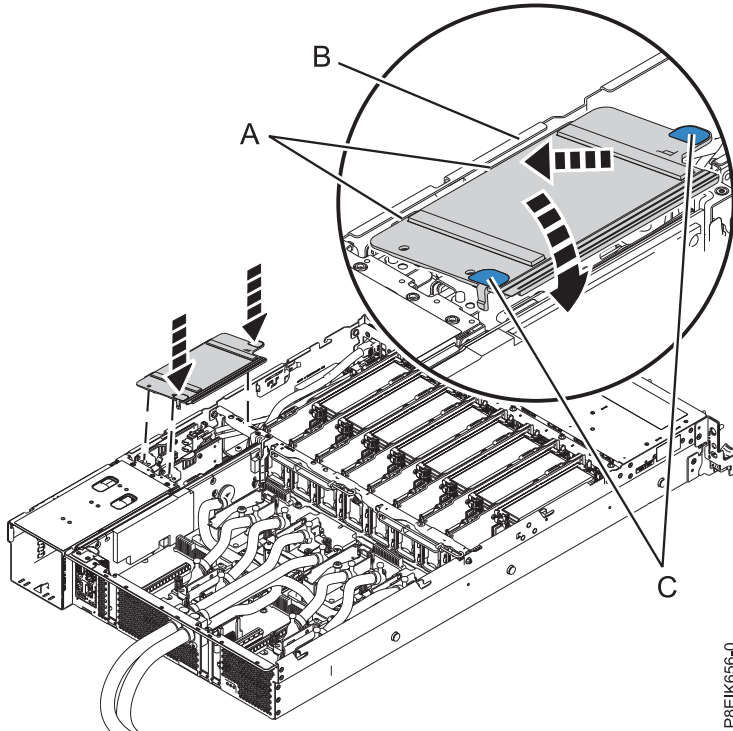

Figura 204. Instalación del deflector de aire de la tarjeta de expansión de alimentación
8. Instale el deflector de aire de la tarjeta de expansión de alimentación. Asegúrese de que los orificios del deflector queden alineados con las patillas en el sistema. Utilizando las pestañas azules (C), inserte el borde (A) del deflector en la parte lateral del sistema (B). A continuación, presione el deflector hasta que encaje en su sitio. Consulte la Figura 204 en la página 180.